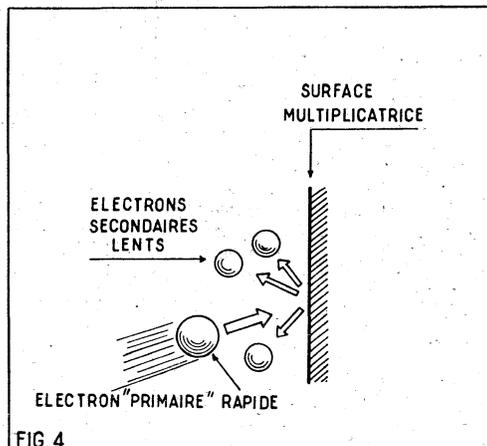

FIG. 4
La mise au point à l'oscilloscope se fait à l'aide du montage habituel de la figure 4-VI en laissant d'abord R_5 en place. Supposons que $R_9 = 500 \text{ k}\Omega$ et que l'on constate que la réduction du gain à 10 kHz est de 20 % par rapport au gain à 1.000 Hz.
Les éléments du montage de la figure 4-V qui ont une influence sur l'amplification aux fréquences basses sont : le condensateur de liaison C_9 , les condensateurs de découplage C_6 et C_3 et les deux condensateurs électrochimiques des circuits cathodiques C_5 et C_{10} . Ajoutons à cette liste le circuit de contre-réaction. Nous reproduisons sur la figure 6-VI la partie du schéma considéré où figurent ces éléments capacitifs.
FIG. 4. — Les phénomènes de l'émission dite « secondaire ». Un seul électron rapide tombant sur une surface convenable peut libérer plusieurs électrons secondaires, exactement comme une goutte d'eau rapide tombant sur une surface liquide peut provoquer l'éclaboussement de plusieurs gouttes.
c) Libération d'électrons. L'énergie cinétique des électrons-projectiles, ou électrons primaires peut aussi être communiquée à d'autres électrons, normalement prisonniers dans la matière de l'obstacle. Ceux-ci peuvent alors être éjectés de la matière. De même, une goutte d'eau rapide, tombant dans un vase, peut soulever des « éclaboussures » qui représentent plusieurs gouttes ; de même, un seul électron primaire peut libérer plusieurs électrons secondaires (fig. 4).